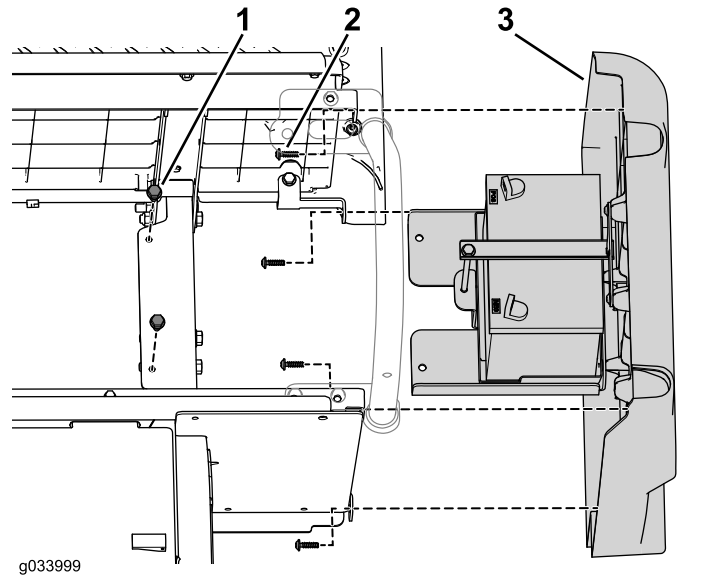

Figura 11
- Rimuovete i 2 bulloni a testa flangiata (5/16" x 3/4") che fissano il vassoio della batteria al telaio e utilizzate una chiave a bussola T30 per rimuovere le 4 viti a testa Torx (M6,0 x 22 mm) che fissano il pannello destro e rimuovete il pannello (Figura 11).
Nota: La batteria viene rimossa insieme al pannello destro, come illustrato nella Figura 11.